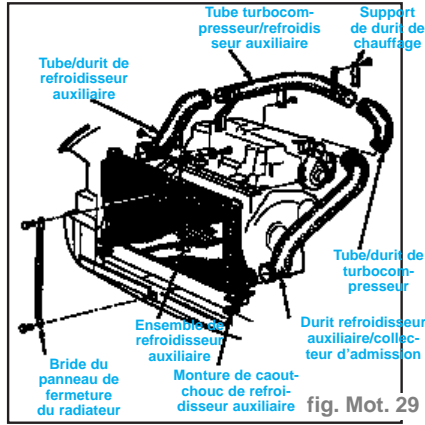

fig. Mot. 29
- Déposer du collecteur d'admission la durit de ce refroidisseur (fig. Mot. 29).